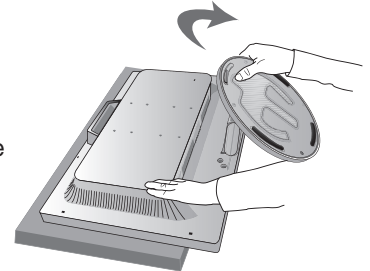

Figura 2
2. Estrarre il supporto tenendo il monitor con l'altra mano fino a che non si sente un clic (**Figura 2**).